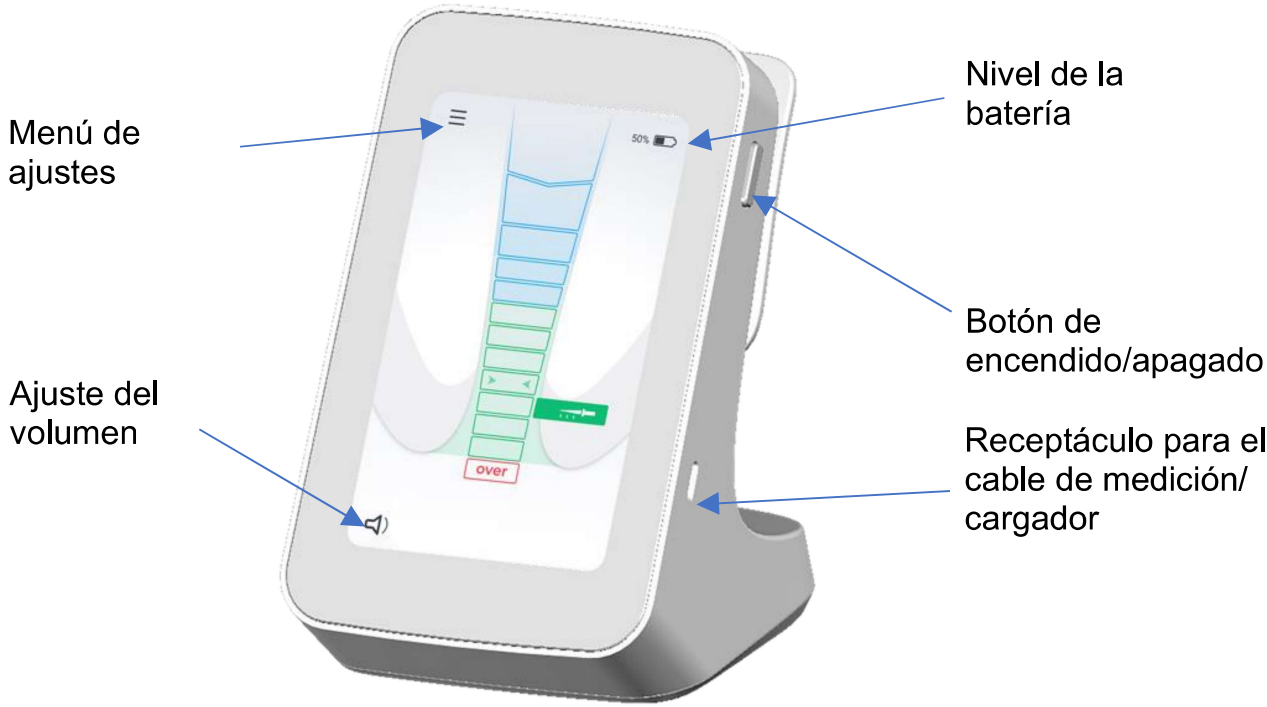

Figura 1. Vista frontal
3. Conecte el cable del cargador al receptáculo USB-C de **X-Smart® Apex Locator** que se encuentra en el lateral derecho del dispositivo. Ver Figura 1.